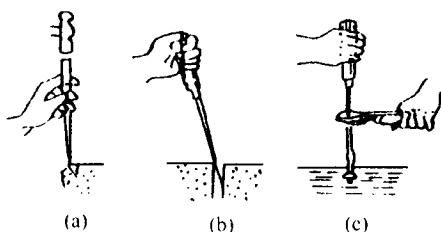

图1-5 旋具的错误用法
(2) 旋具刃口端要和螺钉槽口相适应，大小合适。如太薄易断裂，太粗则嵌不进槽口内，都会损坏旋具和螺钉槽口。
(3) 使用旋具前应擦净刃口端上的油污，以免工作时出现滑脱。
(4) 使用旋具时，以右手握持旋具，手心抵住柄端，使旋具刃口与螺钉槽口垂直而吻合，以防旋具滑槽伤手。当开始旋松或最后旋紧时，应用力将起子压紧再用手腕按需要扭转。当螺钉松动后，即可使手心轻压旋具柄，用拇指、中指、食指快速扭转。使用较长的旋具时，可用右手压紧和转动手柄，左手握旋具柄中部，使它不致滑脱，以保证工作安全。
(5) 不可将工作物拿在手上拆装螺钉，一旦旋具滑出，就有伤手的可能，所以需要将工作物夹住进行操作。
(6) 不可用旋具当凿子或撬棒使用(穿心旋具除外)，或用手锤敲击旋具头，也不能在旋具柄和刃口处用钳子或扳手来增加扭力(图1-5)，以防扭弯旋具。